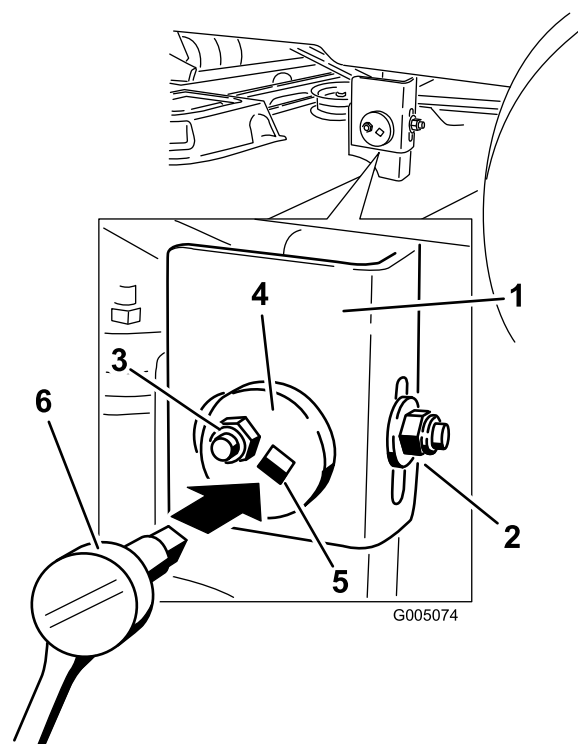

Figura 50
- Spostatevi sul lato sinistro della macchina. Allentate, ma non togliete, il dado di bloccaggio posteriore sul supporto di sospensione (Figura 50).
- Allentate il dado di bloccaggio laterale sul supporto di sospensione appena a sufficienza per poter regolare la piastra eccentrica (Figura 50). Utilizzate una prolunga di 3/8 poll. su una chiave a tubo per manovrare la piastra eccentrica. Utilizzate la chiave per riposizionare l'altezza del piatto di taglio e regolare l'altezza desiderata.
- Fermate il piatto di taglio nella posizione regolata e serrate il dado di bloccaggio laterale sul supporto di sospensione per fissare la nuova posizione (Figura 50). Serrate il dado di bloccaggio posteriore sul supporto di sospensione.